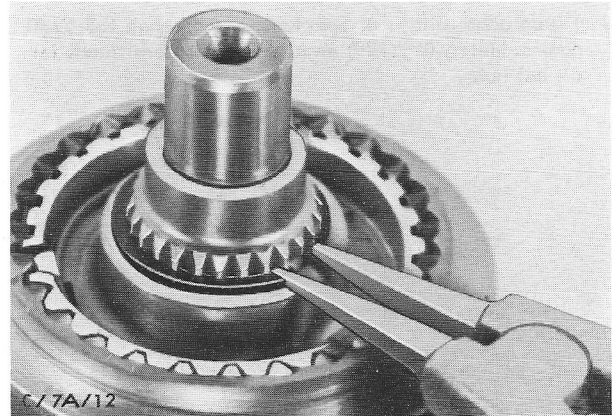

Fig.132 Borgveer van synchroaf voor 3e/4e versnelling verwijderen.
16. Verwijder de borgveer voor de synchroaf voor de 3e/4e versnelling (fig.132). Neem de complete synchro, tezamen met het 3e versnellingstandwiel met de hand van de as; gebruik zonodig een 2-benige trekker.